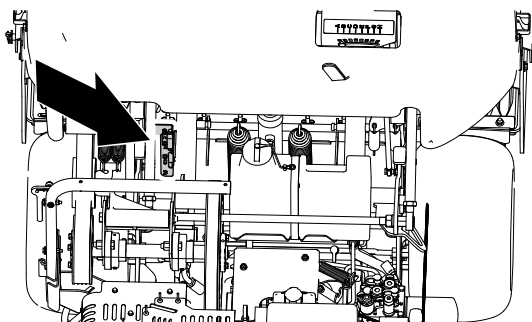

**Figura 31**
2. Sollevate la leva del dispositivo di fermo del cofano e sollevate il cofano dalla macchina (Figura 31).